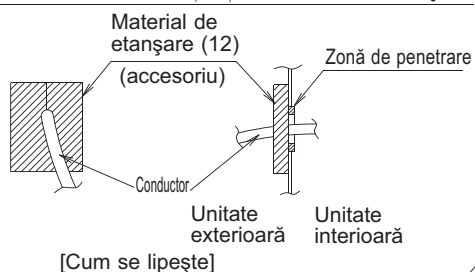

Fig. 17
Fixați strâns cablul cu clemele oferite (9)(10) ca accesorii așa cum este prezentat în Fig. 17 astfel încât zonele de conexiune să nu fie supuse unor solicitări mecanice.
- Cablați doar după îndepărtarea capacului cutiei de control așa cum este prezentat în Fig. 17, cu referire la vederea A sau B, în funcție de tipul unității.
- Când fixați cablajul, utilizați materialul de strângere inclus (9) și (10) conform Fig. 17 pentru a preveni exercitarea de presiuni din exterior asupra conexiunilor cablajului și fixați strâns.